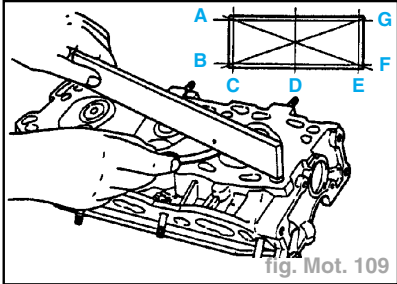

fig. Mot. 109
- Contrôler à la règle la planéité du plan de joint de culasse dans les directions **A à G** en procédant comme sur l'illustration ci-contre (fig. Mot. 109).